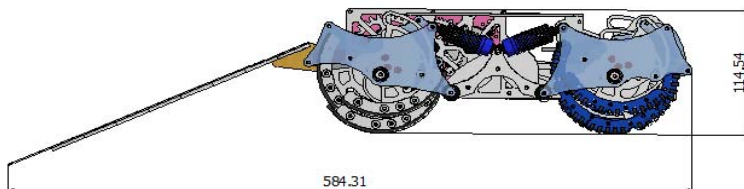
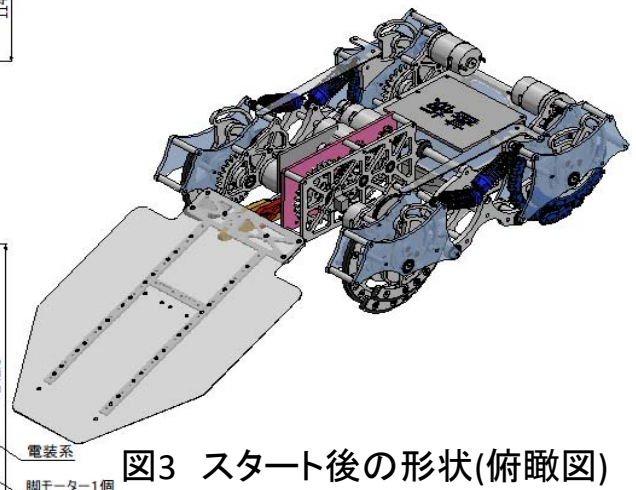
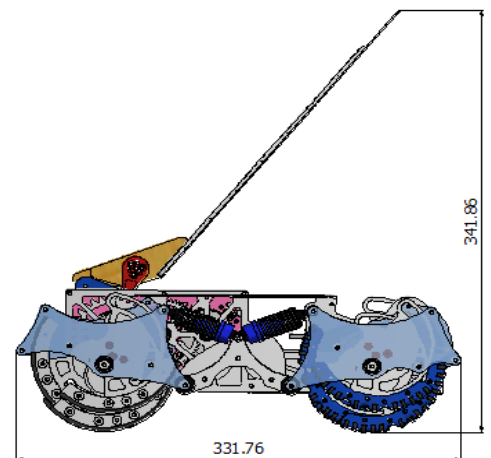

図1. スタート後の形状(側面図)
図3. スタート後の形状(俯瞰図)
図4. スタート前の形状(側面図)
- ・ロボットはスタート前、図4のようなアームを上げた形状をしており幅250mm、奥行き350mm、高さ700mmに収まっている。スタート後は、図1や図3のような形状にアームを下げて展開する(対戦相手によってアームの形状をサイズ規格内で変更する)。アームは任意のタイミングでリング上面より20cmを超えることが可能である。